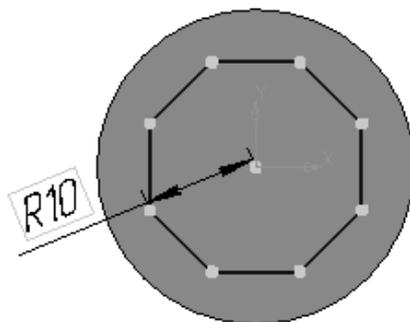

Рис. 6.7. Эскиз модели для операции **Выдавливания**
9. Постройте эскиз, изображённый на рис. 6.7: